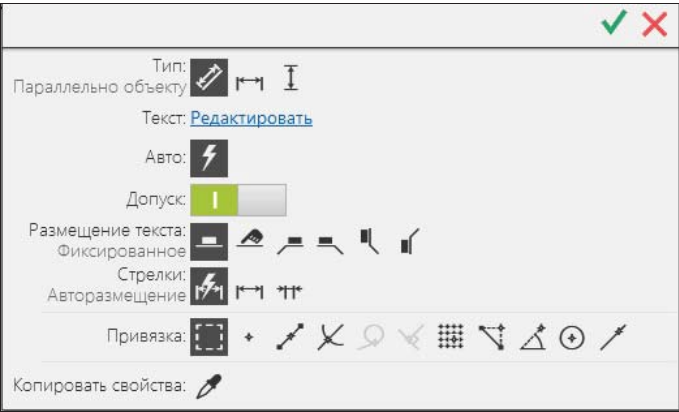

Рис. 12.7. Контекстное меню при простановке размера
- ◆ вызвать команду **Текст ► Редактировать** из контекстного меню в графической области (рис. 12.7).